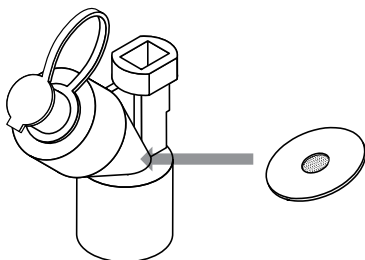

Figure 2. Technologie à mailles vibratoires Aerogen Palladium
- Ne pas appliquer de force excessive sur la plaque d'ouverture bombée située au centre du nébuliseur (Figure 2).